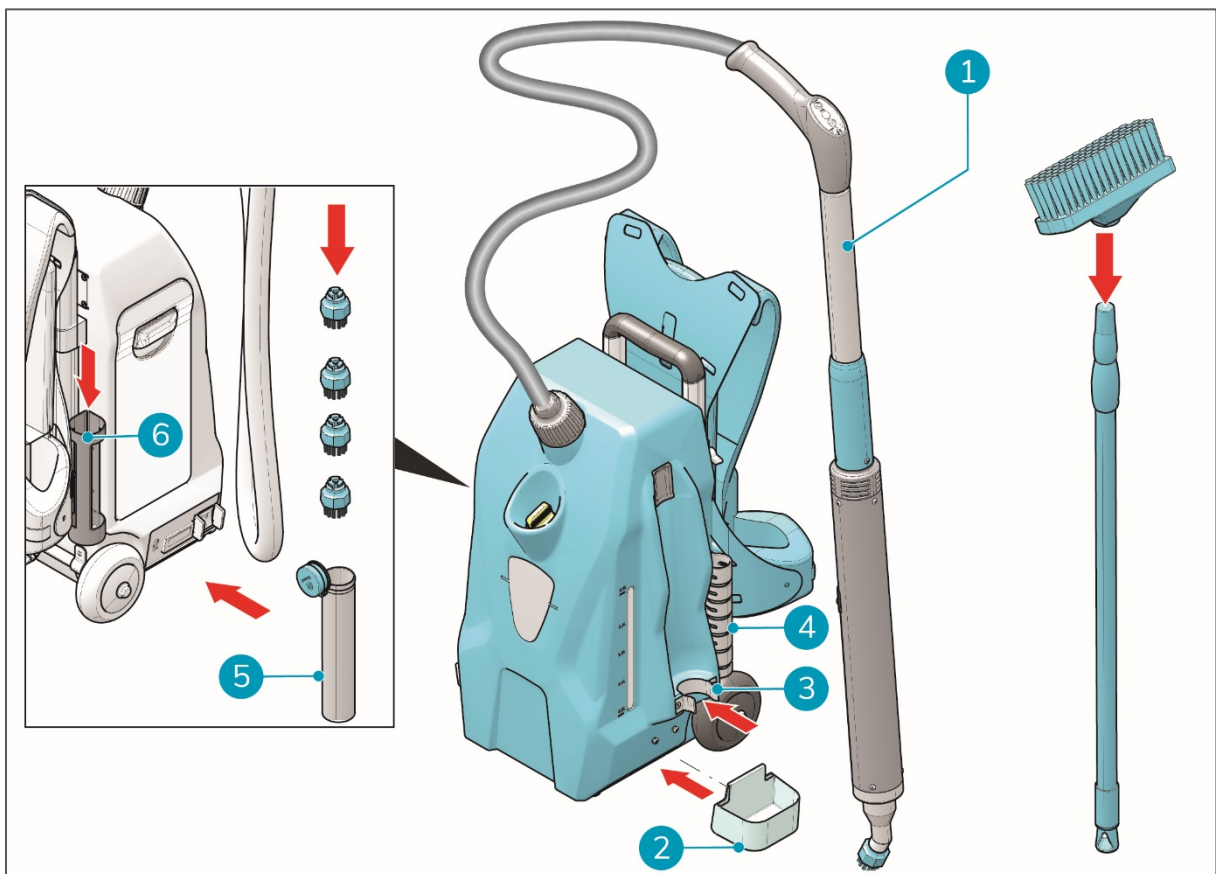

Abbildung 7
1. Befestigen Sie die Tropfschale (Abb. 7, Pos. 2) am Gehäuse.
2. Lassen Sie die Lanze (Abb. 7, Pos. 1) mit der Metallplatte zum Gehäuse in der Halterung (Abb. 7, Pos. 3) einrasten.
4. Platzieren Sie den Besen im Besenhalter (Abb. 7, Pos. 4).
5. Platzieren Sie die Ersatzbürsten im Bürstenrohr (Abb. 7, Pos. 5).
6. Setzen Sie das Bürstenrohr in die Halterung (Abb. 7, Pos. 6) auf der linken Seite des Gehäuses ein.